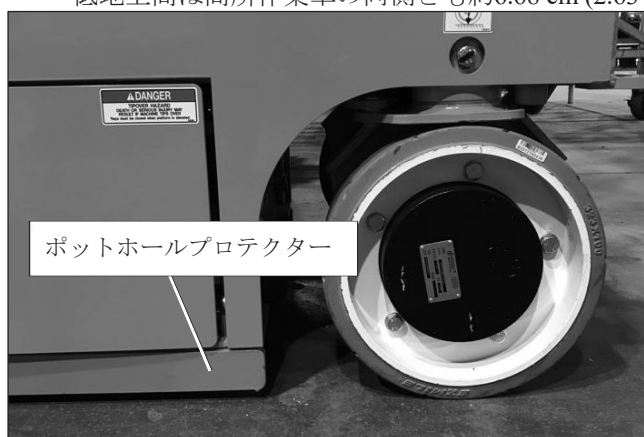

図8.9 - ポットホールプロテクター（脱輪時転倒防止装置）
3. トレーを収納した状態でポットホールプロテクターの下の最低地上高を確認します（図8.9を参照）。最低地上高は高所作業車の両側とも約6.68 cm (2.63インチ)でなければなりません。